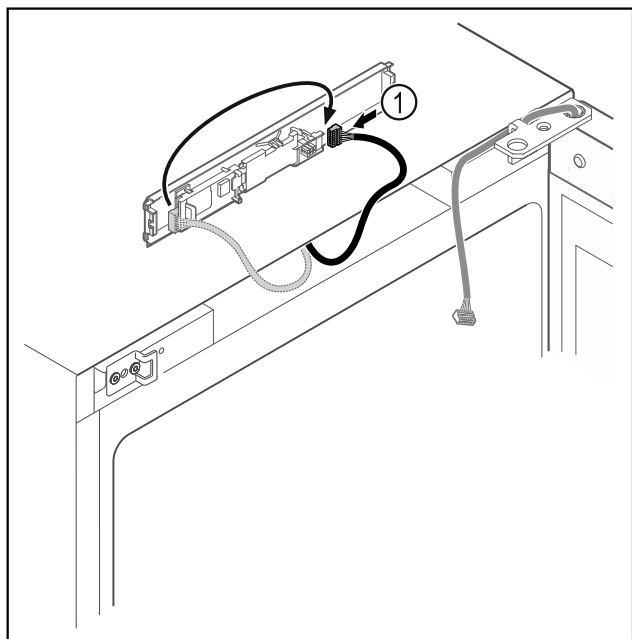

Fig. 21
- Scambiare la posizione del connettore Fig. 21 (1) sulla scheda.